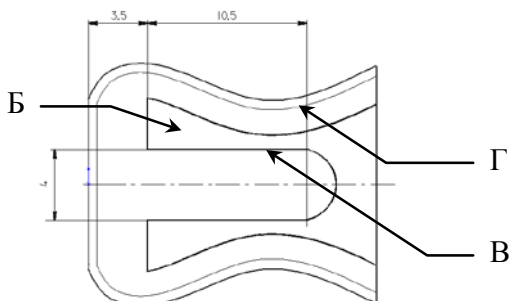

Рис. 5.4
1. В дереве конструирования Feature Manager выбрать фронтальную плоскость, развернуться выбранной плоскостью к экрану (кнопка ) и зайти в режим эскиза (кнопка ), рис. 5.4.
6. Задать размеры на начерченные элементы в соответствии с рис. 5.4 (кнопка ).